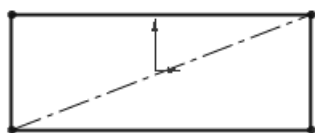
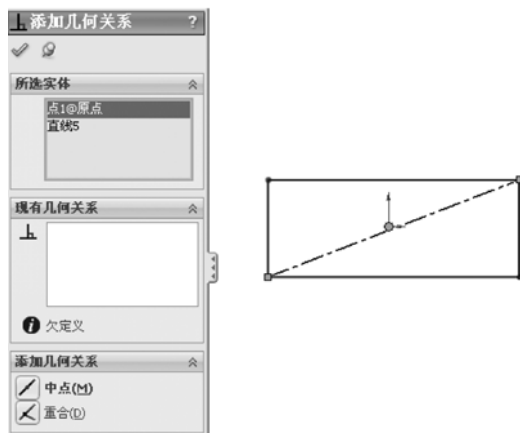

图 10-191 绘制草图
图 10-192 添加“中点”约束
2) 绘制草图。在左侧的“FeatureManner 设计树”中选择“前视基准面”作为绘图基准面, 然后单击“草图”工具栏中的 (边角矩形) 按钮, 绘制一个矩形, 单击“草图”工具栏中的 (中心线) 按钮, 绘制矩形的一条对角线, 如图 10-191 所示。单击“尺寸/几何关系”工具栏中的 (添加几何关系) 按钮, 添加矩形对角线与原点的“中点”约束, 如图 10-192 所示。标注矩形的智能尺寸, 如图 10-193 所示。